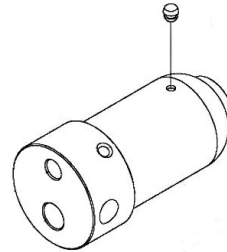

Abb. 9: Öleinfüllschraube
Schritt 5: Öffnen Sie die Öleinfüllschraube (Abb. 9) langsam und vorsichtig, um die eingeschlossene Luft entweichen zu lassen.